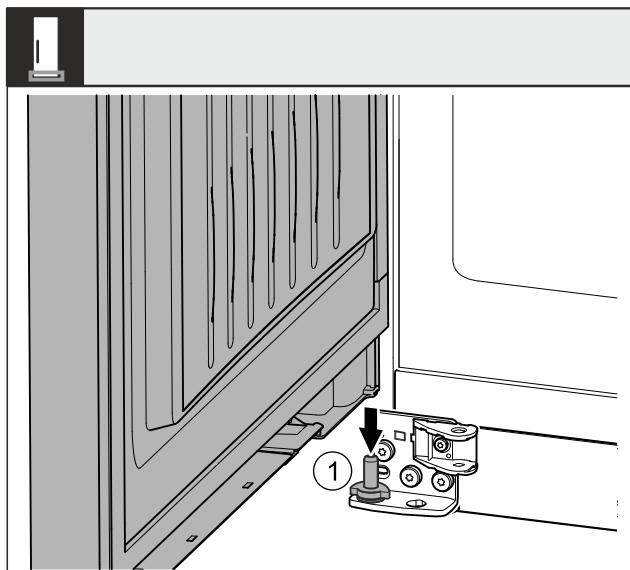

Fig. 42 \*
- Встановіть дверцята зверху на нижній опорний гвинт Fig. 42 (1).\*